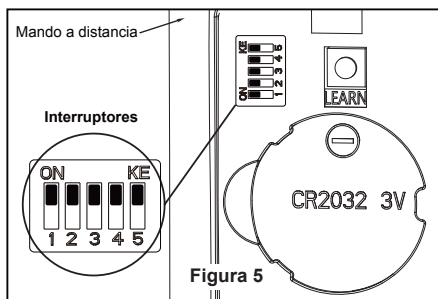

Figura 5
- ☐ 5. Para configurar el código del mando a distancia a las mismas posiciones que en el receptor. Mueva los interruptores de código hasta colocar el código de selección en la posición arriba o abajo. Con un destornillador pequeño o con una lapicera (no se incluye) deslice firmemente hacia arriba o hacia abajo. (Figura 5)